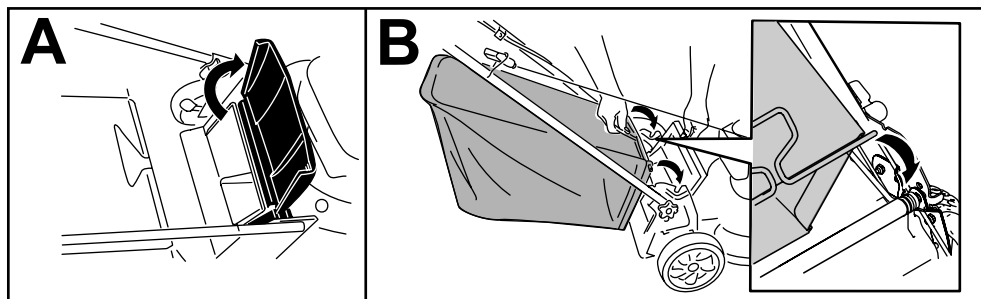

Figura 15
1. Levante y sujete el deflector trasero (Figura 15, A).
2. Instale el recogedor, asegurándose de que los pasadores de la bolsa descansan en las muescas del manillar (Figura 15, B).